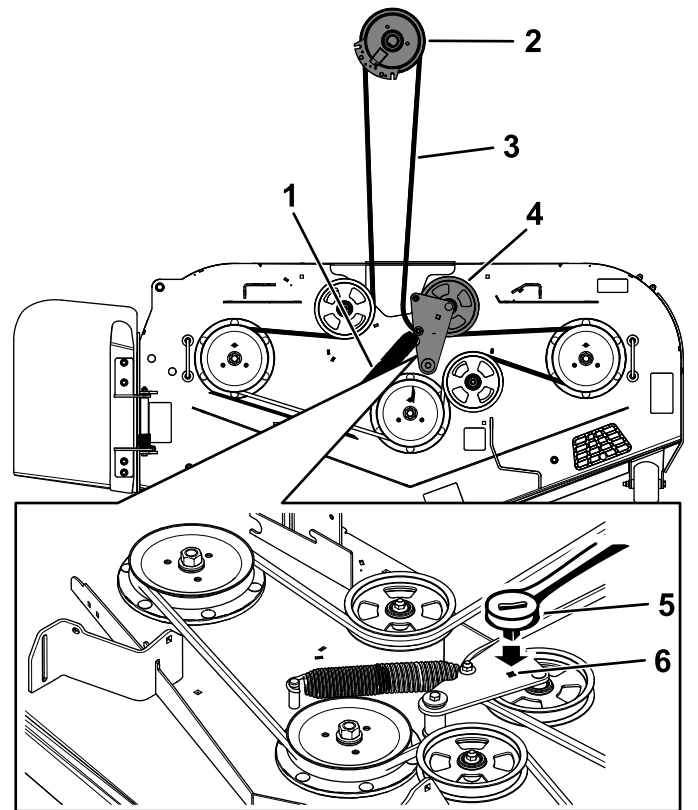

Figura 64
5. Utilice una llave de carraca de $\frac{3}{8}$ " en el orificio cuadrado del brazo tensor para aliviar la tensión del muelle tensor (Figura 64).
7. Instale la guía de la correa en el brazo tensor tensado con muelle (Figura 64).
9. Pase la correa nueva alrededor de las poleas del cortacésped y de la polea del embrague, debajo del motor (Figura 64).
10. Instale la guía de la correa en el brazo tensor (Figura 64).
11. Utilizando la llave de carraca de $\frac{3}{8}$ " en el orificio cuadrado, instale el muelle tensor (Figura 64).